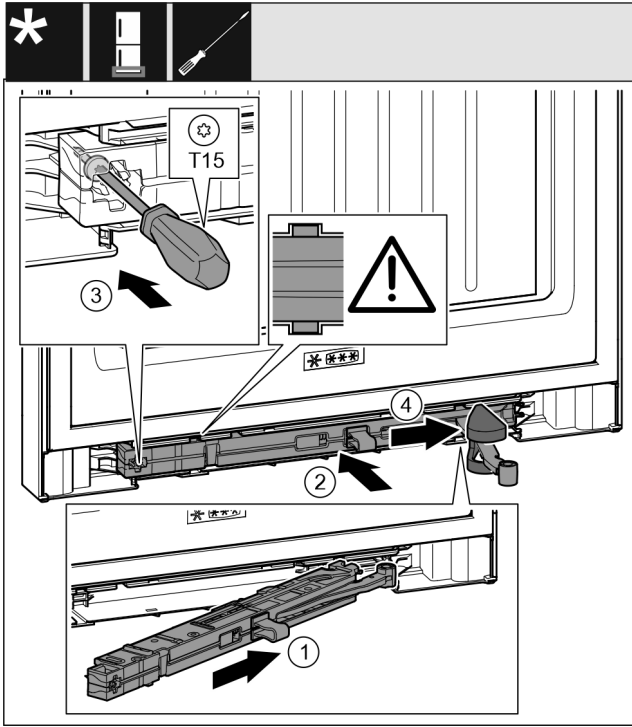

Fig. 68
- ▶ Pe partea suportului de lagăr împingeți înclinat unitatea amortizorului de închidere Fig. 68 (1) până la opritor în degajare.
- ▶ Împingeți unitatea amortizorului de închidere Fig. 68 (2) complet în degajare.
- ▶ Înșurubați ferm șurubul Fig. 68 (3) cu o șurubelniță.
- ▶ Împingeți capacul Fig. 68 (4) peste articulație.